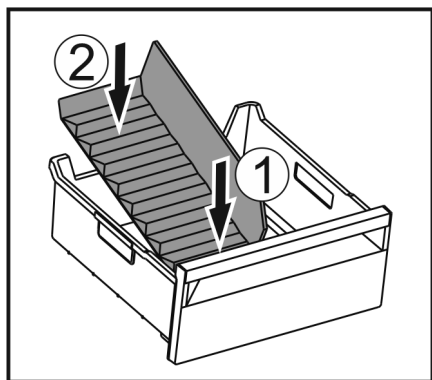

Fig. 210
- ▶ 装入冰格分隔器前部。 Fig. 210 (1)
- ▶ 将冰格分隔器后部放低至抽屉底板。 Fig. 210 (2)